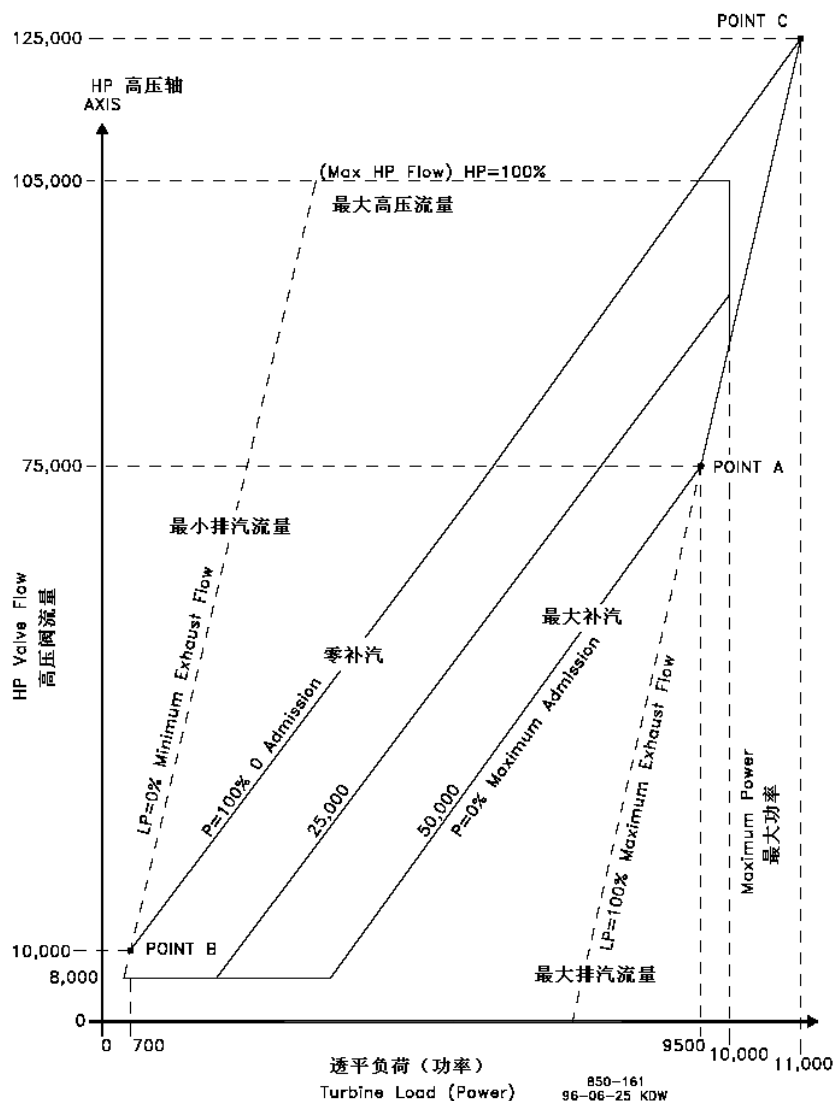

图 4-5. 典型的补汽工况图
在将透平的补汽工况图编程输入到控制器之前，必须得到交点A、B、C（见图4-5）。
如果只有点A存在，必须修改工况图直至有了点B和点C。需要产生 $LP=0$ 线。为此，必须从透平的后端蒸汽流量求得最小蒸汽流量来产生 $LP=0$ 线。在我们的例图（图4-5）中，最小蒸汽指令是10,000lb/h；4536kg/h）。
1. 延长零补汽线（ $P=100$ ）。见图 4-5。
从转化后的工况图中可以获得9个需要的值。见图4-5的示例。